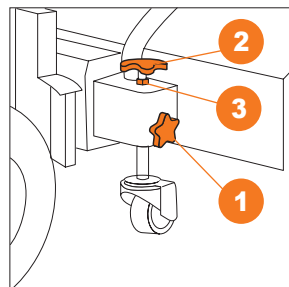

Рис. 10
- Ослабьте боковой барашковый винт 1 (Рис. 10).
- Поверните верхний регулировочный барашковый винт 2 по часовой стрелке для подъема и против часовой стрелки для опускания щетки (Рис. 10).
- Выбрав необходимое положение, зафиксируйте положение контрагайкой 3 и боковым барашковым винтом 1 (Рис. 10).